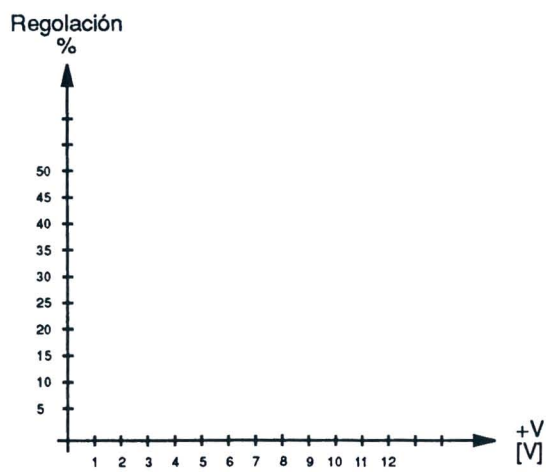

Fig. 6.5
- 25) Construir, en base a los valores de la tabla 6.3 el gráfico de la regulación de la tensión % en función de la tensión +V en la Fig. 6.5.